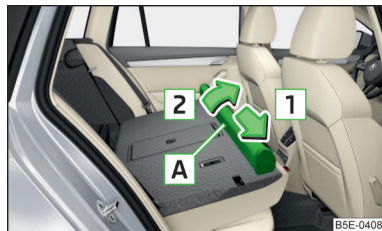

Fig. 117
- Desplace la carcasa de la red de separación [A] en el sentido de la flecha [1] y sáquela de los alojamientos en los asientos traseros en el sentido de la flecha [2] » fig. 117.
- Desplace la carcasa de la red de separación en el sentido contrario al de la flecha [1] » fig. 117 hasta el tope.